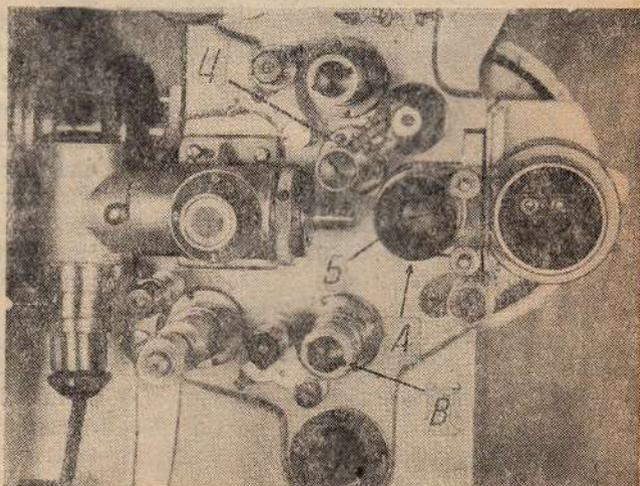
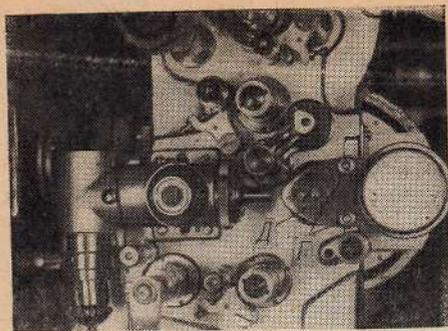

Рис. 3
Рис. 4
Существенное влияние на качество звука оказывает бой гладкого барабана *А* (рис. 3), но так как максимально допустимая величина боя составляет всего 0,02 мм, то обнаружить и измерить такой бой можно только с помощью специального индикатора. Поэтому, не имея под руками индикатора, ни в коем случае не следует снимать барабан с вала. Если бой гладкого барабана замечен на-глаз (а следовательно, больше 0,02 мм), то можно попытаться уменьшить его, поворачивая барабан относительно оси. Для этого отвинчивают гайки *Г* и удаляют деталь *Д* (рис. 4), затем отпускают винт *Б* (рис. 3) и поворачивают барабан, придерживая тисочками через тряпку задний конец оси.
Если окажется, что пленка, несмотря на нормальную упругость возвращающей пружины, прижимается к одному борту, раздвигая ролик, значит, ось фетрового ролика непараллельна оси гладкого барабана. Это может случиться, если ось кронштейна фетрового ролика погнется. Выправить такой перекосяк (если он не очень велик) можно введением клинообразных подкладок под фланец *Ц* (рис. 3) оси кронштейна фетрового ролика.
1. Снять деталь Д (рис. 4) с прикрепленной к ней фокусирующей линзой.